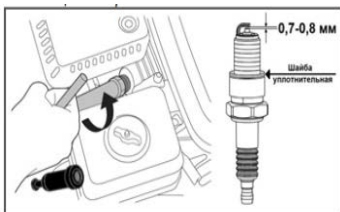

Рис. 29 Обслуживание свечи зажигания
4.Измерьте зазор между электродами свечи зажигания специальным щупом. Зазор должен быть $0,7-0,8$ мм (Рис. 29). При увеличении, или уменьшении требуемого зазора, рекомендуется заменить свечу, так как регулировка зазора может привести к изменению качества искрообразования.
1.Снимите со свечи зажигания колпачок и удалите грязь вокруг свечи зажигания (Рис. 29).